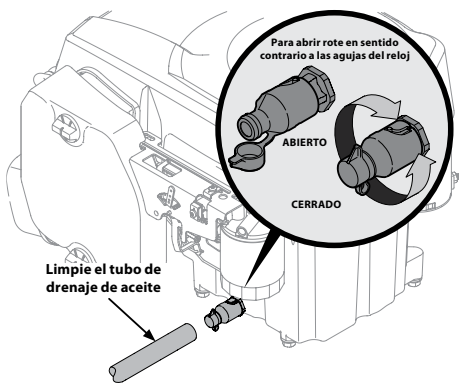
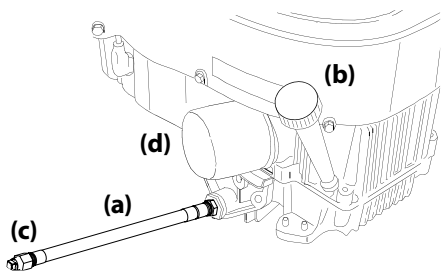

Figura 4-1
Figura 4-2
- El motor puede estar equipado con un orificio de drenaje de aceite de girar y tirar (consulte la Figura 4-1 y vaya al Paso 5) o con un tapón extraíble para manguera de drenaje de aceite (consulte la Figura 4-2 y vaya al Paso 6). Siga las instrucciones aplicables para su tractor.
- Orificio de drenaje de aceite de girar y tirar (consulte la Figura 4-1):
- Manguera de drenaje de aceite extraíble (consulte Figura 4-2):
- Mientras sostiene el extremo libre de la manguera de drenaje de aceite (a) sobre el recipiente de recolección de aceite, desatornille el tapón de cabeza cuadrada (c) del extremo de la manguera (a). Consulte la Figura 4-2. Drene el aceite del motor dentro del recipiente.